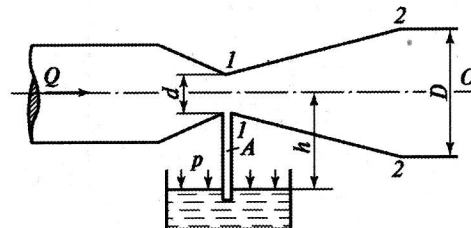

Рис. 5.11
**Задача 5.11.** Горизонтальная часть эжектора расположена на высоте  $h = 2 \text{ м}$  от свободной поверхности жидкости в резервуаре. Диаметр горловины эжектора  $d = 20 \text{ мм}$ , а диаметр выходного сечения  $D = 60 \text{ мм}$  (рис. 5.11). Определить давление в минимальном сечении эжектора и максимальный расход при отсутствии расхода в трубке А.